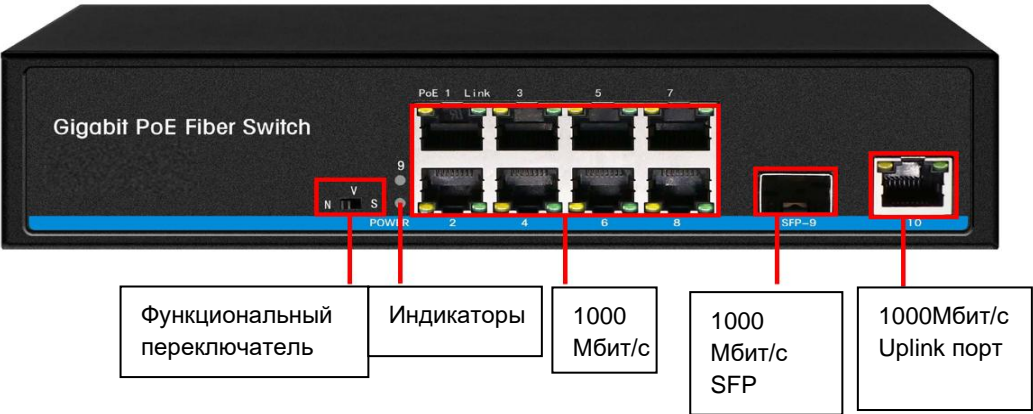

Рисунок 4 - общий вид коммутатора
- Посредством сетевых кабелей подключите IP-видеокамеры с питанием PoE к портам Ethernet (см. рисунок 4).
- Возьмите оптоволоконный разъём и плавно вставьте его в гнездо порта SFP коммутатора (см. рисунок 4).
- Используйте порты Uplink для подключения к ним компьютеров или IP-видеорегистраторов (см. рисунок 4).
- Убедитесь в наличии питания на входе коммутатора - индикатор «Питание» (см. рисунок 4) должен светиться.